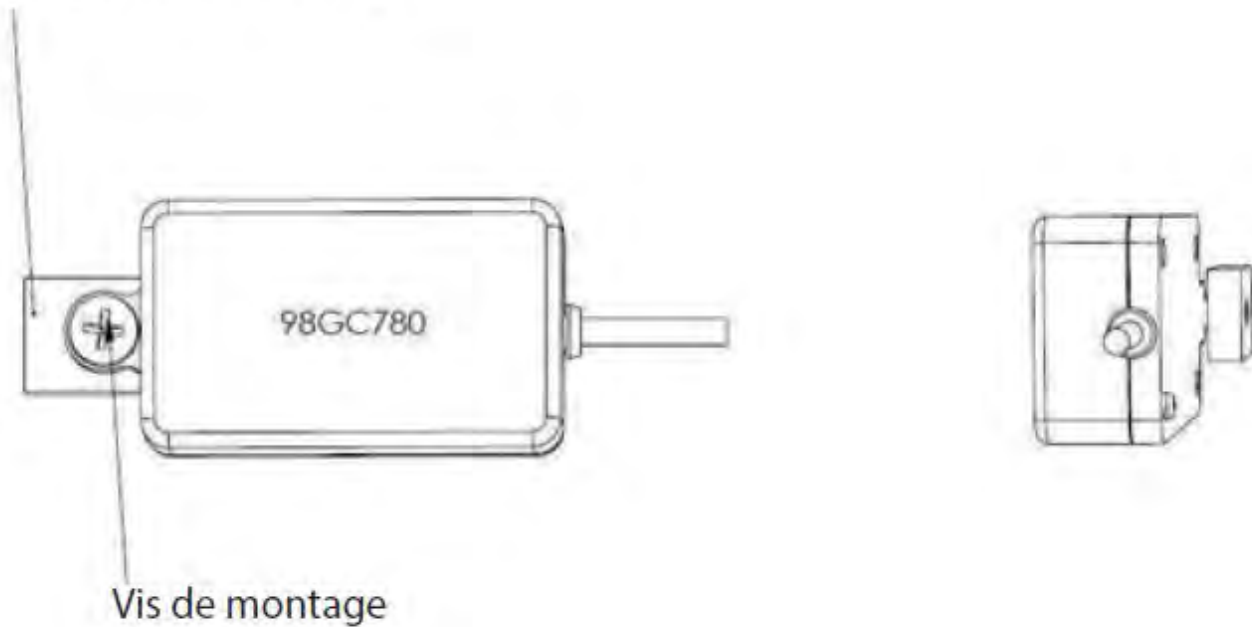

Fig. 2
1. Retirez le couvercle du commutateur 98GC781(B), (W).
2. Appuyez sur le bouton de réglage et maintenez-le enfoncé jusqu'à ce que vous entendiez un bip provenant de l'interrupteur. Reportez-vous à la figure 2 pour localiser le bouton de réglage.